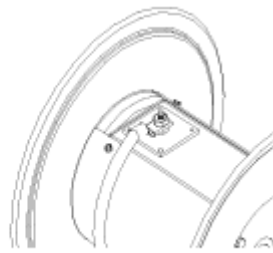

Fig 2.0
- 1.) Placez le connecteur au-dessus du goujon (figure 2.0) et installez l'écrou en laiton (fourni).